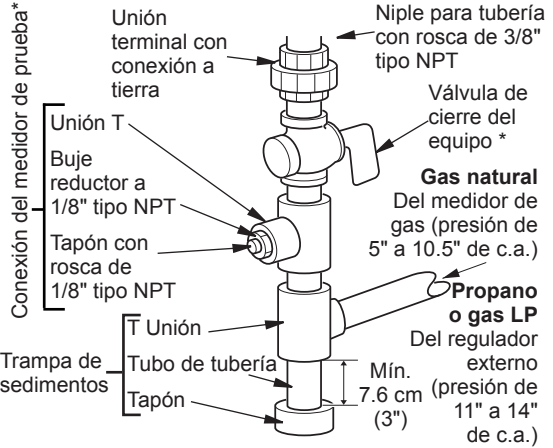

Figura 12 - Conexión de gas
Utilice tuberías de hierro negro de 3/8" o más grandes. La instalación debe incluir la válvula de cierre del equipo, la unión y el tapón con rosca NPT de 1/8". Sitúe el conector con rosca NPT a su alcance para realizar la conexión del medidor de prueba. El conector tipo NPT se debe conectar en dirección del suministro desde el calentador (consulte la figura 12).
Instale la trampa de sedimentos en la línea de suministro como se muestra en la figura 12. Sitúe la trampa de sedimentos de manera que se pueda tener acceso a ella para limpieza. Sitúe la trampa de sedimentos donde sea poco probable que los materiales atrapados en ella se congelen. La trampa de sedimentos atrapa humedad y contaminantes. Esto evita que los sedimentos lleguen a los controles del calentador. Si la trampa de sedimentos no se instala o se instala incorrectamente, el calentador podría no funcionar correctamente.
1. Abra la válvula de cierre del equipo (consulte la figura 12, página 53).